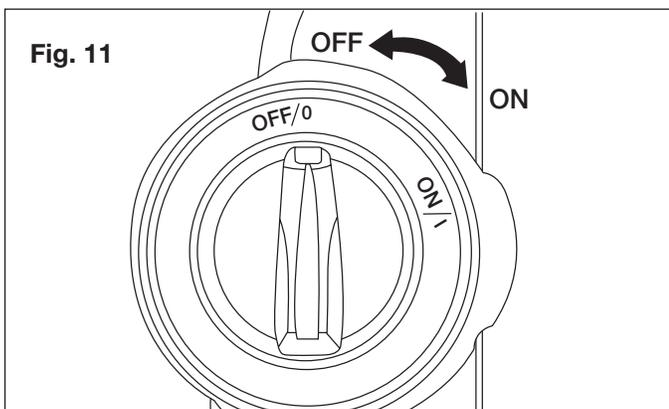

Fig. 11
11. Avant de brancher la machine dans la prise secteur, assurez-vous que l'interrupteur du moteur est sur la position « OFF » (0) (Fig. 11).